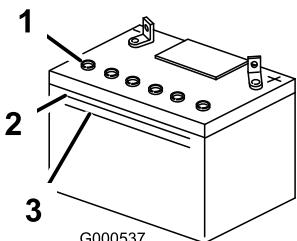

Figure 43
1. Observez le côté de la batterie. Le niveau de l'électrolyte doit atteindre le trait supérieur (Figure 43). Le niveau d'électrolyte ne doit pas descendre au-dessous du trait inférieur (Figure 43).
3. Enlevez les bouchons d'aération de la batterie (Figure 43).
4. Versez de l'eau distillée avec précaution dans chaque élément jusqu'au repère supérieur (Figure 43) sur le côté de la batterie.
5. Attendez cinq à dix minutes après avoir rempli les éléments. Au besoin, ajoutez de l'eau distillée pour amener le niveau jusqu'au repère supérieur sur le côté de la batterie (Figure 43).